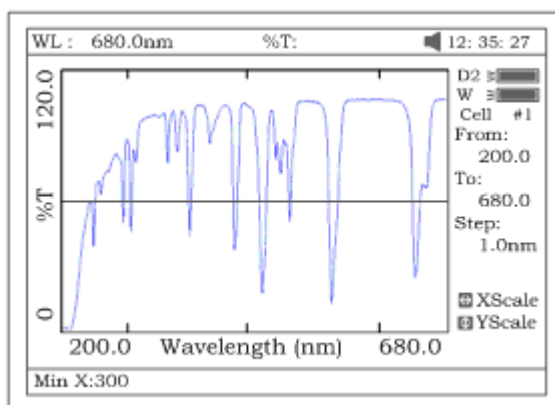

Рисунок 47
5. Если вы хотите изменить масштаб, нажмите клавишу **[<]** или **[>]** для изменения масштаба по оси «x» (рис.47), введите верхнее и нижнее значения границ диапазона с цифровой клавиатуры. Для изменения масштаба по оси «y» пользуйтесь клавишами **[A]** и **[V]**.